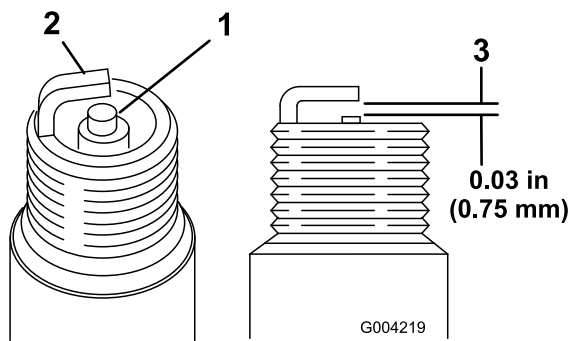

図 47
- プラグの電極間のエアギャップ 図 47 を点検し、
- 適正值から外れていれば外側の電極 図 47 を曲げて調整する。
- 中央の電極部を観察する 図 47。絶縁体部がうす茶色や灰色なら適正、碍子が黒くなっているのは不完全燃焼であるエアクリーナの汚れが原因であることが多い。